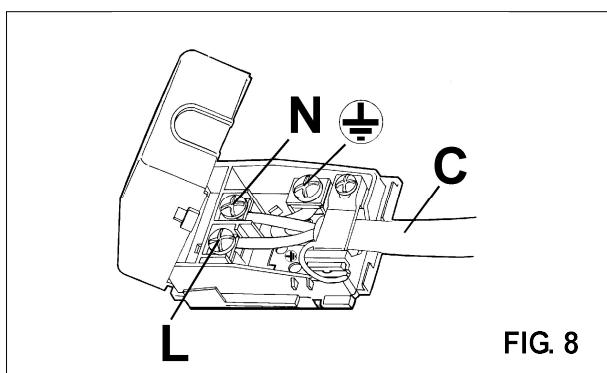

FIG. 8
- Si l'appareil n'est pas pourvu du câble d'alimentation, brancher au bornier un câble de section adaptée (voir tableau paragraphe 6) en laissant le conducteur de terre plus long que les conducteurs de phase et en suivant le schéma de la fig. 8.
- Appliquer au câble d'alimentation "C", s'il n'en est pas déjà pourvu, une fiche normalisée adaptée à la charge indiquée sur l'étiquette informative. Brancher les câbles selon le schéma de la fig. 8 en veillant à respecter les indications suivantes: